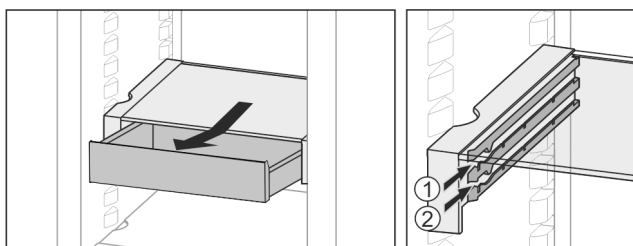

Fig. 28
- ▶ Zasuňte v libovolné výšce Fig. 28 (1) nebo Fig. 28 (2).